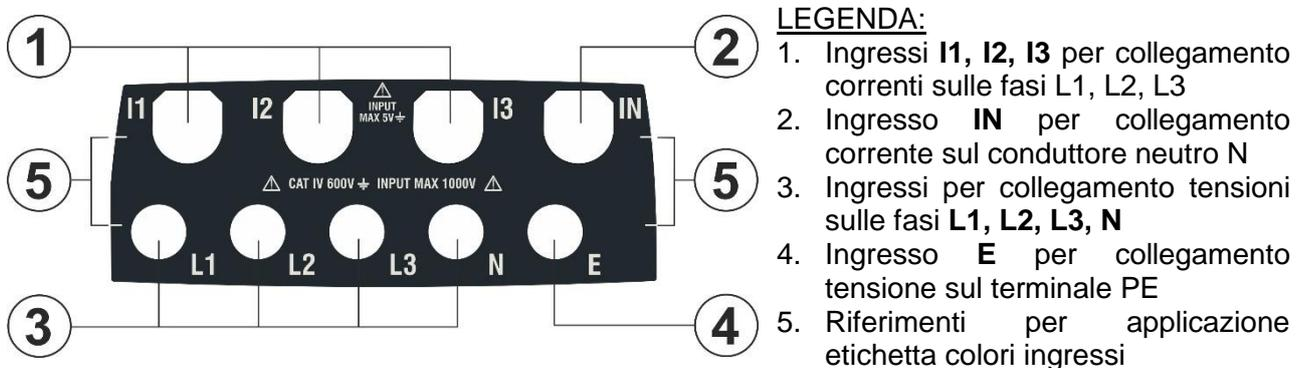

Fig. 2: Descrizione terminali di ingresso dello strumento
Analogamente è possibile personalizzare la piastra dei connettori di ingresso (vedere Fig. 2) applicando ad essa una etichetta recante i colori dei cavi . Un esempio dei colori “standard” comunemente utilizzati nei vari paesi è riportato nella seguente Tabella 1. Lo strumento consente inoltre anche una analoga personalizzazione dei colori utilizzati per le grandezze elettriche visualizzate nelle varie videate di misura.
- Lo strumento è fornito con una etichetta lato connettori **neutra** (vedere Fig. 2). Applicare l’etichetta con il colore dei cavi desiderato (in funzione del paese selezionato) tra quelle disponibili nel kit **YMETK0042HT0** fornito in dotazione seguendo i riferimenti riportati sulla neutra (vedere Fig. 2 – parte 5)